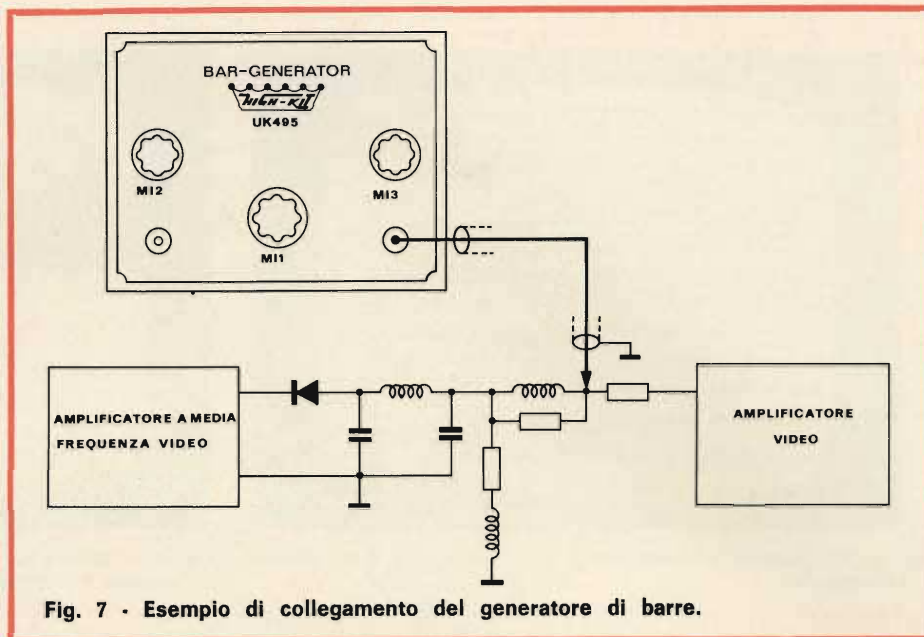

Fig. 7 - Esempio di collegamento del generatore di barre.
- Collegare l'uscita video del generatore all'ingresso dello stadio finale video del televisore mediante il cavo. Vedi esempio di collegamento in fig. 7.
Per vagliare le caratteristiche di risposta dello stadio amplificatore video di un televisore si collega la uscita del generatore di barre all'ingresso dello stadio (vedi esempio fig. 7). Si predispose il generatore per apparire sullo schermo del TV le barre verticali e si accende il televisore in prova e il generatore.